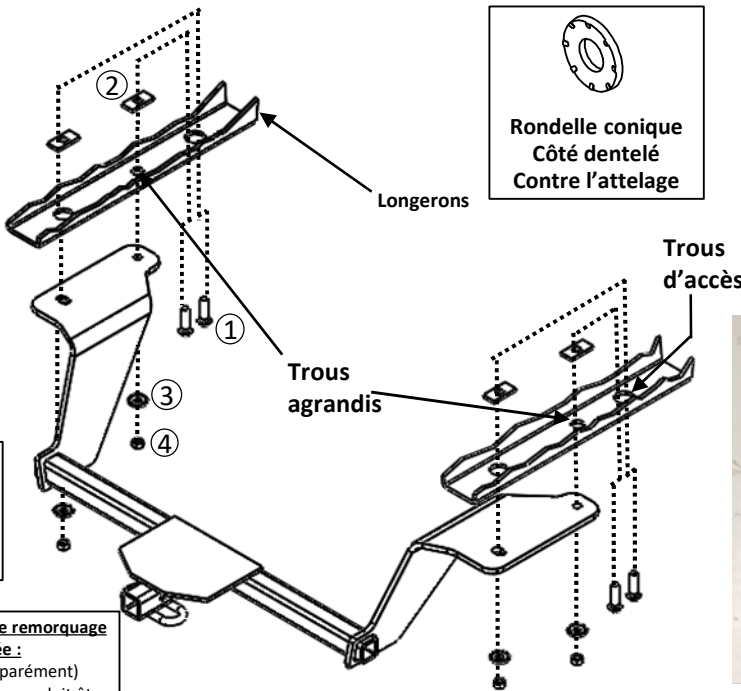

Figure 2
- Retirer le panneau de soubassement** - À l'aide d'un tournevis à tête plate et d'une douille de 10 mm, retirez les (4) rivets et les (2) écrous respectivement du panneau de soubassement côté conducteur. Retirez le panneau.
- Abaisser l'échappement** - À l'aide d'un outil de dépose de support d'échappement, abaissez le silencieux en retirant les (2) supports d'échappement les plus à l'arrière. Un lubrifiant à vaporiser ou de l'eau savonneuse appliqué sur les supports en caoutchouc aide à les faire glisser hors des goupilles métalliques plus facilement. **REMARQUE : S'assurer que l'échappement est correctement soutenu avant de retirer les supports en caoutchouc.**
- Retirer le bouclier thermique** - À l'aide d'une douille de 10 mm, retirez (3) écrous du bouclier thermique de l'échappement. Retirez le bouclier thermique.
- Agrandir les trous** - À l'aide d'un tournevis à tête plate, retirez le bouchon en caoutchouc et le couvercle des trous de fixation arrière et des trous d'accès; des deux côtés. À l'aide d'une meule, agrandissez le diamètre du trou de fixation avant à 1/2 po des deux côtés; consultez la figure 2.
3. Retirer le bouclier thermique – À l'aide d'une douille de 10 mm, retirez (3) écrous du bouclier thermique de l'échappement. Retirez le bouclier thermique.
4. Agrandir les trous – À l'aide d'un tournevis à tête plate, retirez le bouchon en caoutchouc et le couvercle des trous de fixation arrière et des trous d'accès; des deux côtés. À l'aide d'une meule, agrandissez le diamètre du trou de fixation avant à 1/2 po des deux côtés; consultez la figure 2.